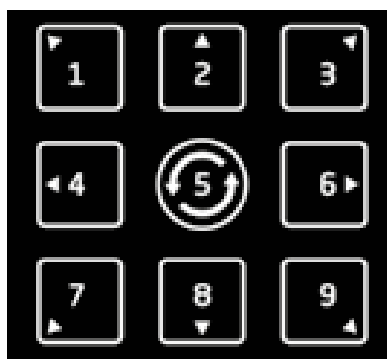

Рис. 22. Кнопки смещения изображения.
- Для смещения изображения используются кнопки Рис. 22.